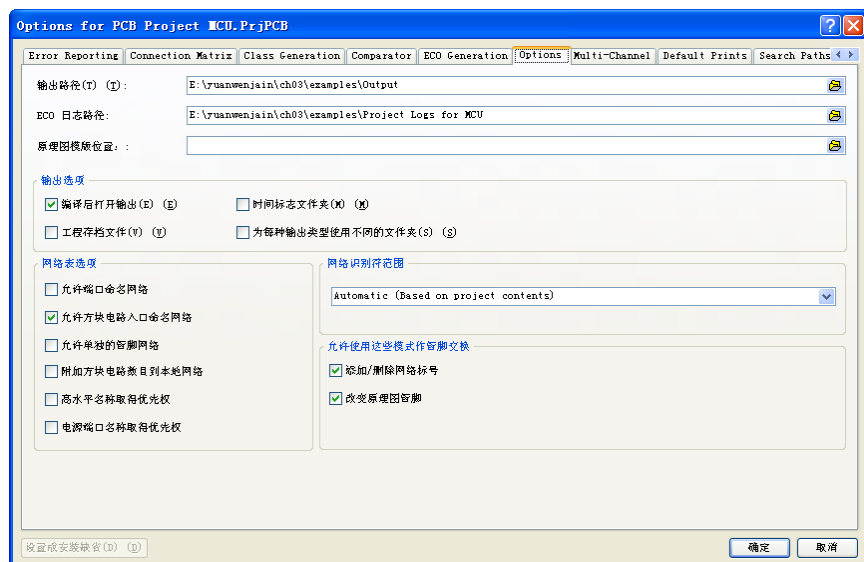

图 4-10 “Options”选项卡
打开项目文件“MCU.PrjPCB”，并打开其中的任一电路原理图文件。单击菜单栏中的“工程”→“工程参数”命令，弹出项目管理选项对话框。单击“Options（选项）”选项卡，如图 4-10 所示。其中各选项的功能如下：
(1) “Output Path（输出路径）”文本框：用于设置各种报表（包括网络表）的输出路径，系统会根据当前项目所在的文件夹自动创建默认路径。例如，在图 4-10 中，系统创建的默认路径为“：\yuanwenjian\ch_03\examples\Project Outputs for MCU”。单击右侧的 （打开）图标，可以对默认路径进行更改。